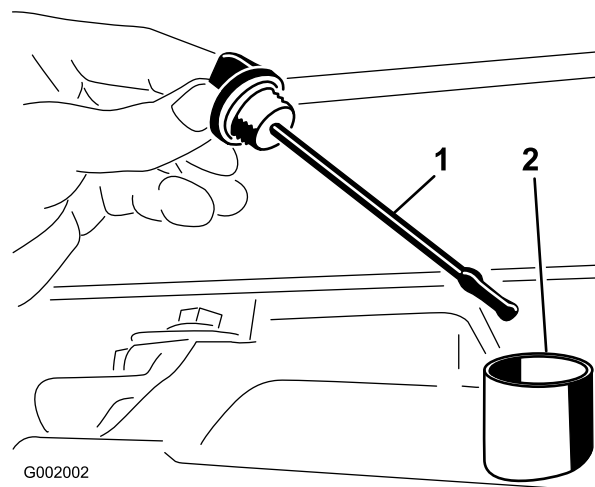

Figure 67
2. Retirez la jauge de la boîte-pont et essayez-la sur un chiffon propre (Figure 67).